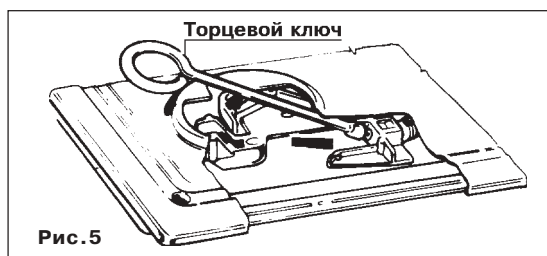

Рис. 5
- вставьте ключ (из комплекта) в подставку горелки (рис. 5);